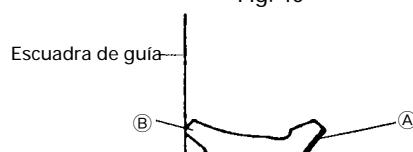

Fig. 42
- ③ Coloque la moldura en el vértice de forma que la superficie superior (B de la Fig. 33) entre en contacto con la escuadra de guía como se indica en la Fig. 42.